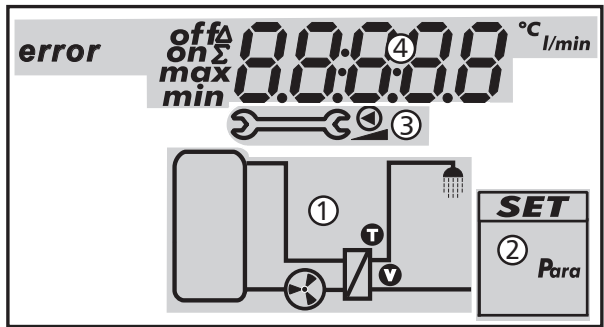

Abb. 8: Übersicht über die Bereiche der Anzeige (alle Elemente sichtbar)
Nachstehende Tabelle beschreibt die in Abb. 8 verwendeten Symbole.
Das Einstellmenü (② in Abb. 8) enthält den Eintrag *Para* (Parameter).
Die Anzeige der Betriebs- und Einstellwerte (④ in Abb. 8) besteht aus folgenden Elementen:
①	Fehleranzeige
②	Zusatzinformationen: on, off: Schaltzustand/Schaltbedingung ein, aus max, min: maximaler Wert, minimaler Wert Σ: aufsummierter Betriebswert seit der ersten Inbetriebnahme, nicht zurücksetzbar Δ: aufsummierter Betriebswert seit dem letzten Rücksetzen auf 0
③	Anzeige von: <ul style="list-style-type: none"> Messwerten Einstellwerten Fehlercodes weiteren Informationen, z. B. Software-Version
④	Physikalische Einheit des in ③ angezeigten Werts: °C, l/min